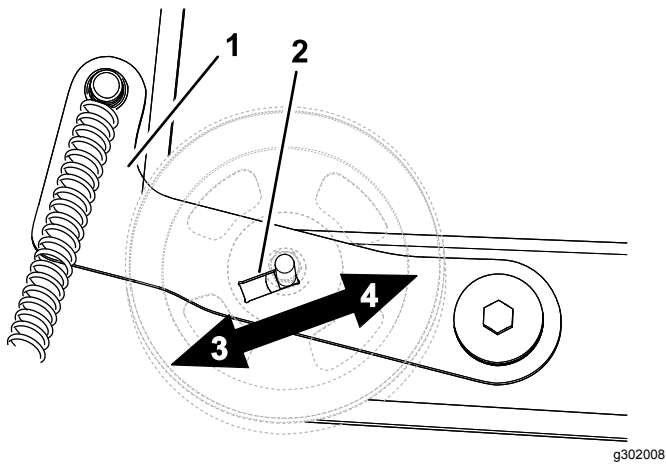

Bild 55
5. Stellen Sie die Spannscheibe in dem Schlitz nach Bedarf ein (Bild 55).